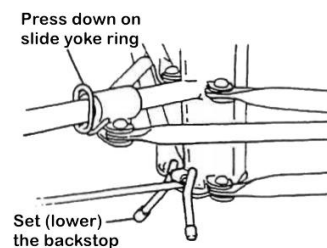

Figure 1
2. Nacisnąć w dół mechanizm łączący - pierścień jarzma. Przytrzymaj go w dolnym położeniu podczas wyciągania dwóch przednich nóg podstawy do momentu aż pierścień jarzma zaskoczy w otworze blokującym, który znajduje się w dolnej części rury, która podtrzymuje nogi (Rys.1).